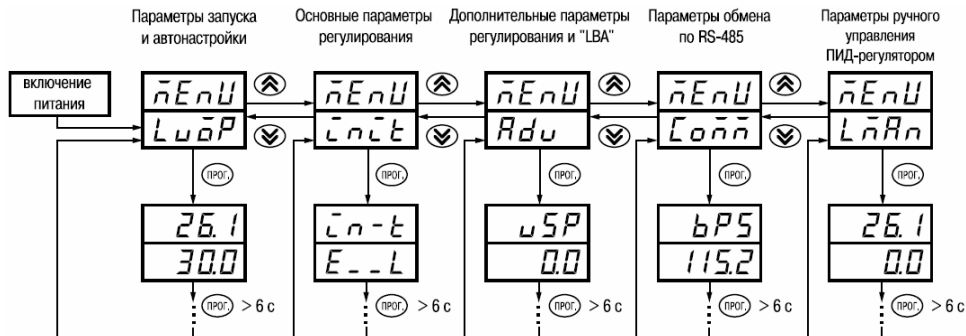

Рисунок 6.1
6.1.2 Основные параметры прибора объединены в 5 групп: *LuōP*, *ċnċt*, *Adu*, *Coññ* и *LñAn*, составляющих меню прибора (рисунок 6.1). Полный список программируемых параметров приведен в Приложении Г.